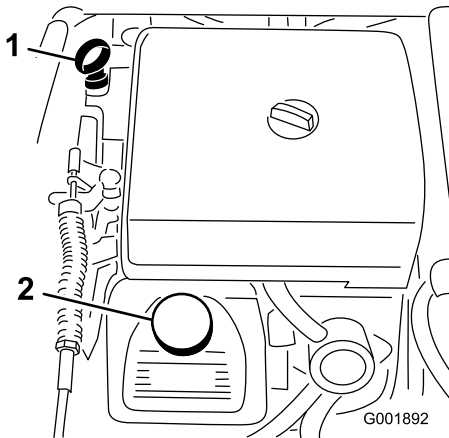

Bild 21
2. Nehmen Sie den Peilstab heraus und wischen Sie ihn mit einem sauberen Lappen ab (Bild 21). Stecken Sie den Peilstab in das Rohr und stellen Sie sicher, dass er vollständig eingeführt ist. Nehmen Sie den Peilstab heraus und prüfen Sie den Ölstand.
3. Wenn der Ölstand niedrig ist, nehmen Sie den Deckel des Einfüllstutzens von der Ventilabdeckung ab (Bild 21) und füllen Sie Öl auf, bis der Ölstand die Vollmarke am Peilstab erreicht. Angaben zur richtigen Ölsorte und zur Viskosität finden Sie unter „Warten des Motoröls“ unter Warten des Motors, Seite 45. Gießen Sie Öl langsam ein und prüfen Sie den Ölstand häufig während des Füllens. Füllen Sie nicht zu viel ein.